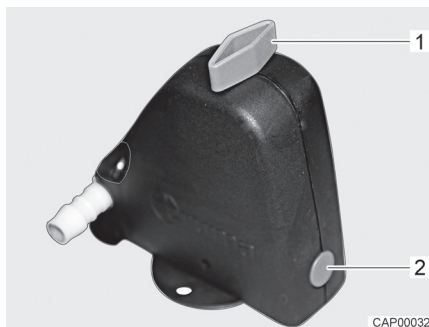
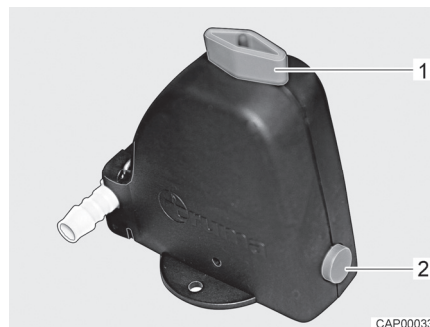

Fig. 75 Válvula de seguridad/purga cerrada
Fig. 76 Válvula de seguridad/purga abierta
- Abrir la válvula de seguridad/purga (Fig. 75). Para ello, girar el botón giratorio (Fig. 75,1) a la posición longitudinal en referencia a la válvula de seguridad/purga. El botón (Fig. 75,2) salta hacia fuera. La válvula de seguridad/purga abierta se muestra en Fig. 76.